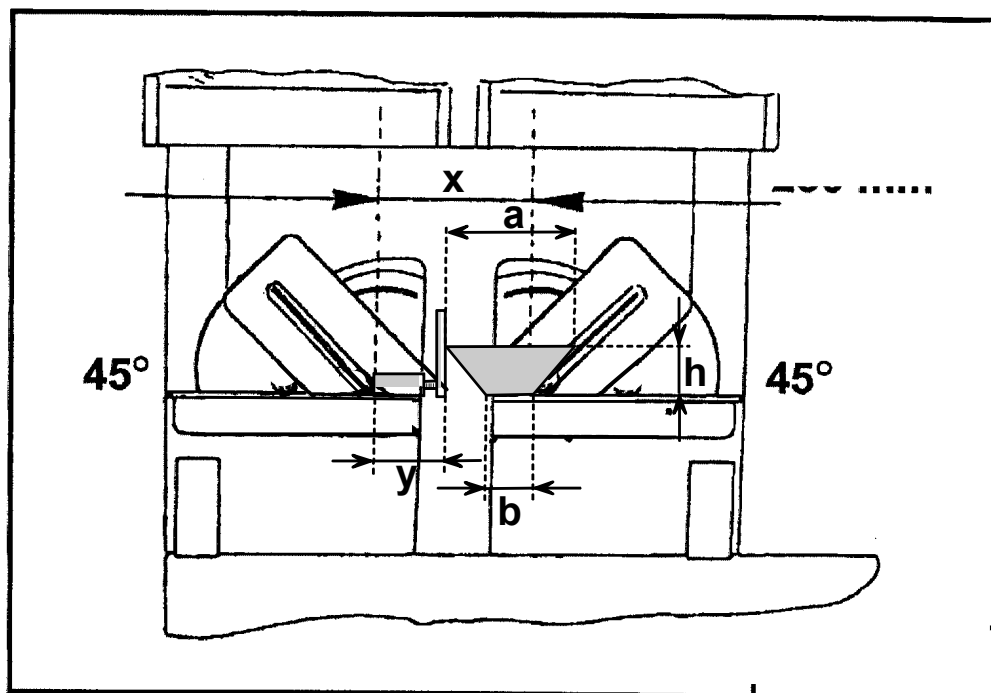

Fig. 08-07
2. Remover o pedaço cortado e inserir o limite móvel como indicado na **Fig. 08-07**